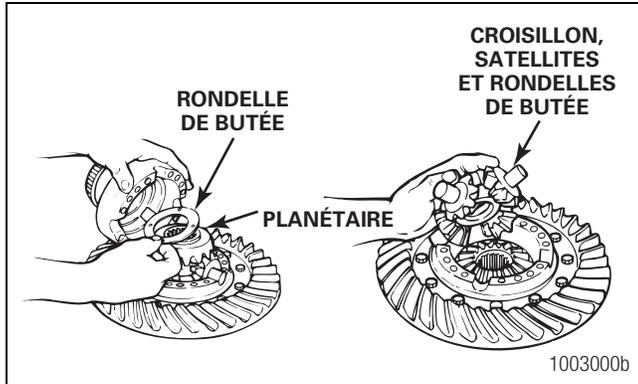

Figure 3.18
- Retirer des demi-boîtiers de différentiel le croisillon, les quatre satellites, les deux planétaires et les six rondelles de butée. Figure 3.18.